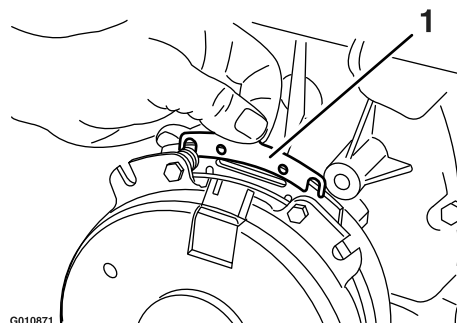

Figure 67
- B. A l'aide d'une pince à becs longs ou avec les doigts, saisissez la languette et déposez la cale (Figure 67).
Enlevez l'herbe, les saletés et autres débris éventuellement accumulés sur la grille du moteur. Cela permet d'assurer un refroidissement et un régime moteur corrects, et réduit les risques de surchauffe et de dommages mécaniques du moteur (**Figure 67**).